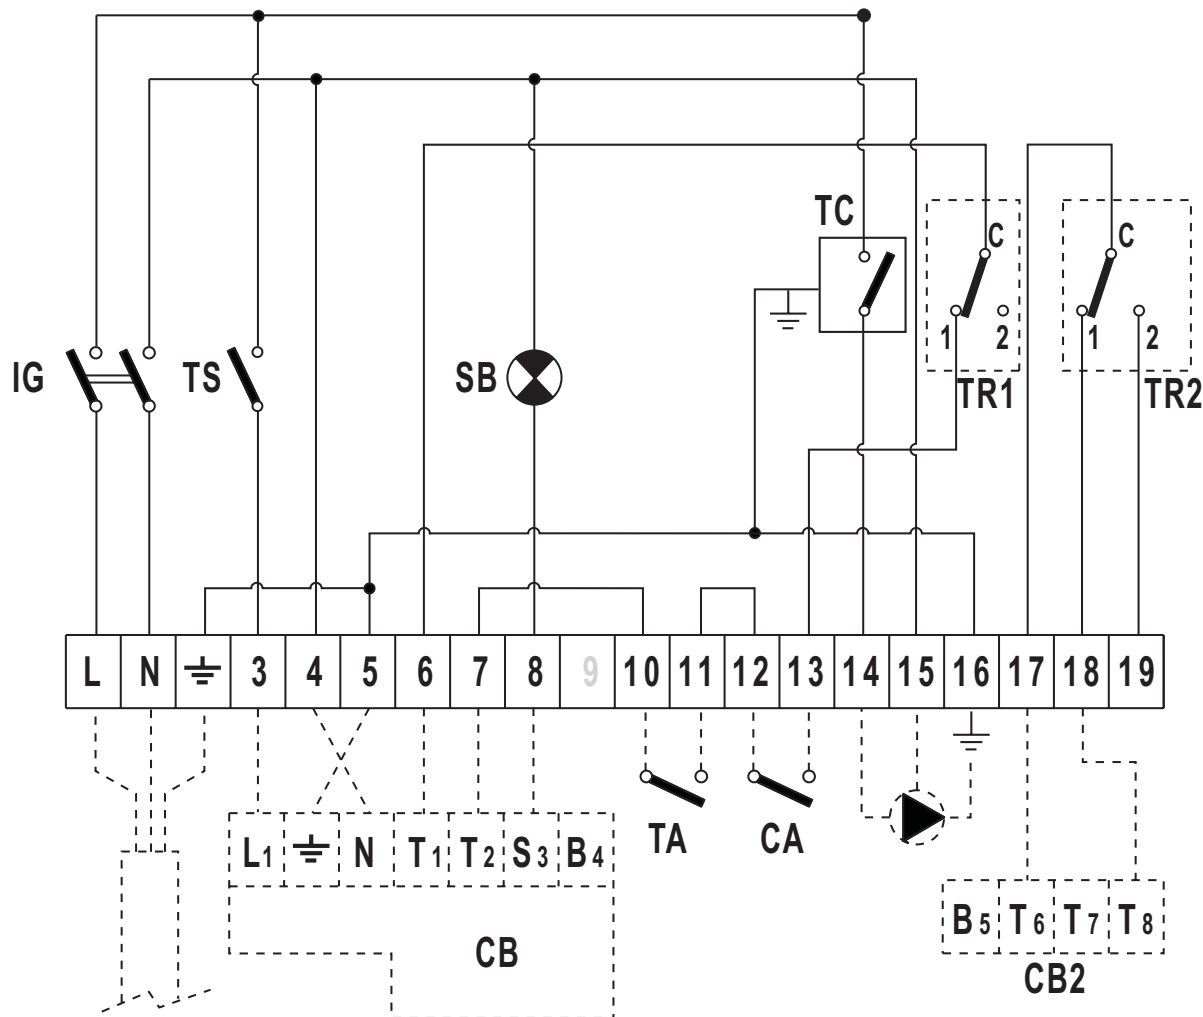

рис. 5 - Электрическая схема панели управления 0Q2K14XA
**0Q2K14XA** – Термостатическая 2-ступенчатая панель управления с рециркуляцией высокой температурой (рис. 5)
### Схема клеммной колодки электрических соединений (рис. 5)